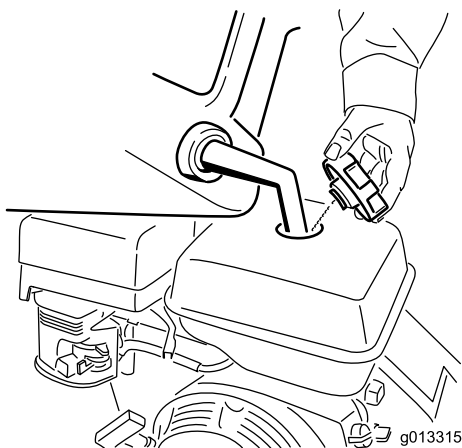

Bild 11
3. Reinigen Sie den Bereich um den Tankdeckel herum und nehmen Sie den Deckel ab (Bild 11).